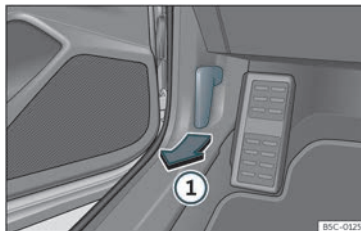

Fig. 183 Alavanca de desbloqueio no espaço para a zona dos pés do condutor.
- Abra a porta e puxe pelo manípulo que existe debaixo do painel de instrumentos »» Fig. 183 ①.